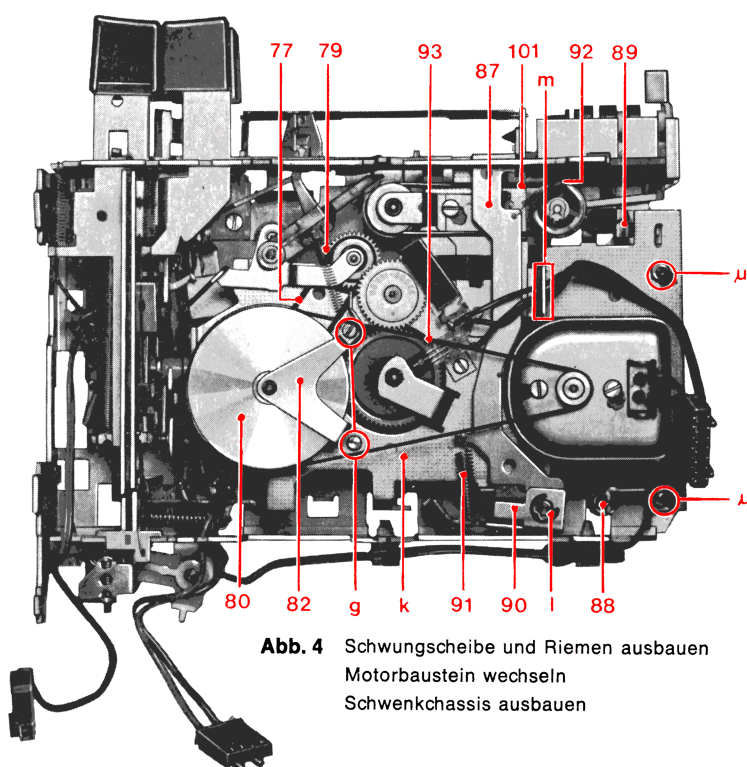

Abb. 4 Schwingscheibe und Riemen ausbauen
5. Schwungscheibe 80 und Riemen 77 ausbauen (Abb. 4)
6. Motorbaustein 85 wechseln (Abb. 4 und 5)
8. Schwenkchassis k ausbauen (Abb. 4)
14. Bandlaufkontrolle (Abb. 4)